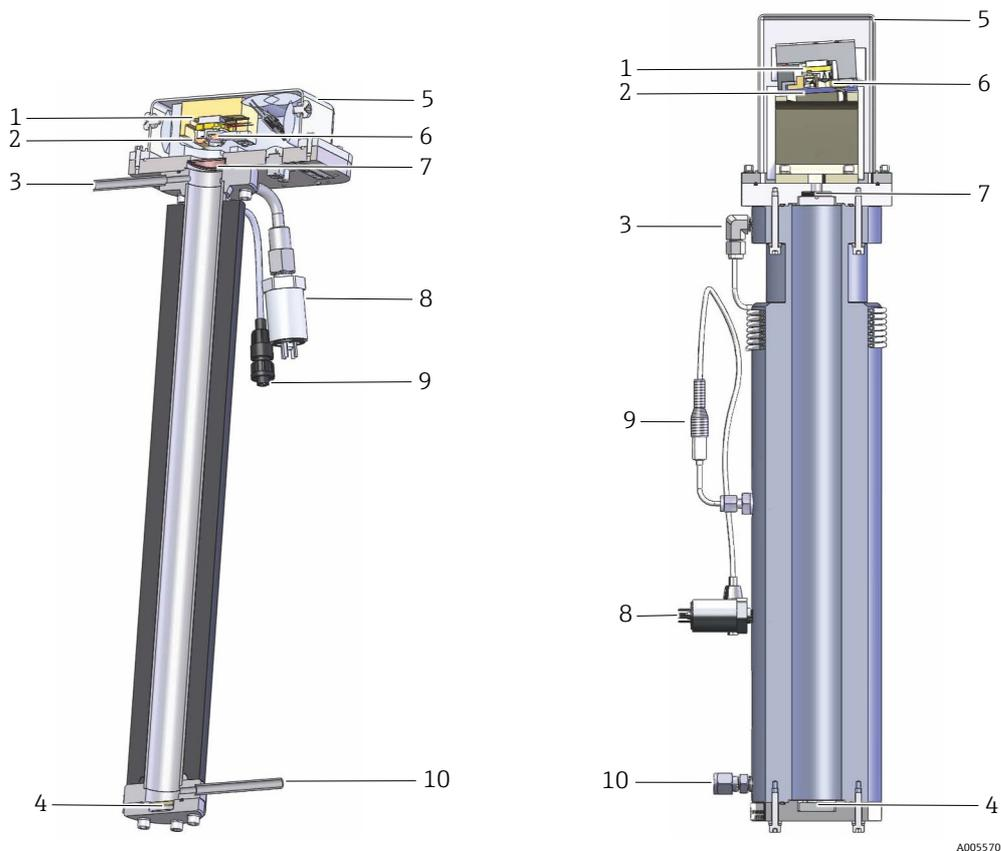

Abbildung 1: Schematische Darstellung eines typischen Laserdioden-Absorptionsspektrometers: 0,8 m (links) und 8/28 (rechts)
1. Montagebohrungen auf der Analysetafel markieren. Siehe Abbildung. 1/4-20 Löcher bohren und die Gewinde schneiden.